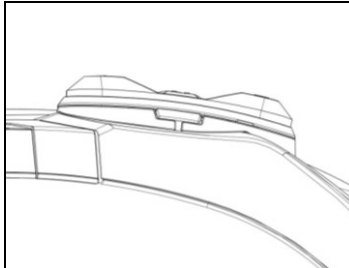

Abb. 21
- Haken Sie die Tastenvorrichtung am Helm fest und lassen Sie die dafür vorgesehenen Haken einklinken (Abb. 21).